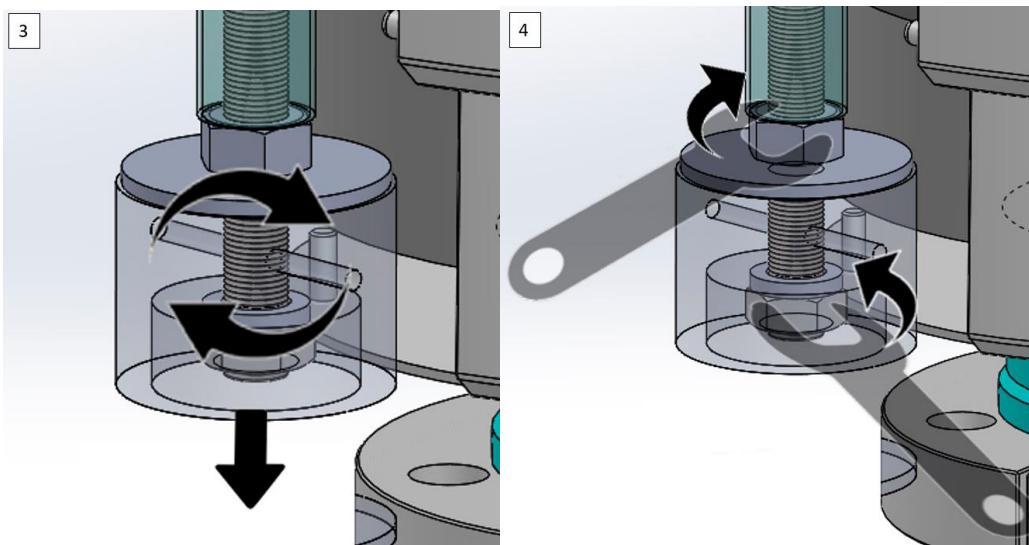

Abb. 23 Einstellung der Bremsvorrichtung. Regulierung.
3. Senken Sie den Knopf minimal ab, um einen größeren Hub der Stange zu erzielen, wie in Abbildung 23 links dargestellt. So erhalten Sie mehr Reibung und die Bremse wird verlangsamt. Wenn Sie hingegen weniger Fahrwiderstand wünschen, sollten Sie weniger freien Hub der Stange lassen.
4. Ziehen Sie alle Muttern fest, bis das System fixiert ist, wie in Abbildung 23 rechts dargestellt. Die obere Mutter wird im Uhrzeigersinn und die untere Mutter gegen den Uhrzeigersinn angezogen.